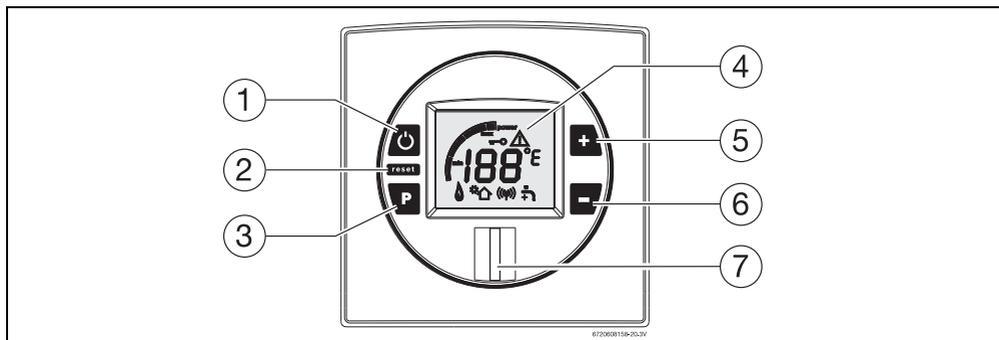

Fig. 5
Colocar el interruptor principal (Fig. 5, pos. 1) en la posición de funcionamiento (capítulo 4.3), de este modo el aparato estará listo para ser colocado en marcha.
Este aparato dispone de un sistema de códigos de averías. Estos códigos de avería se observan a través de la pantalla del LCD (Fig. 5, pos. 4).